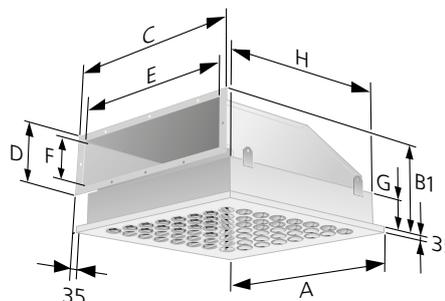

Figure 5. CDH/CLH avec raccordement rectangulaire.
- Le raccord de gaine rectangulaire est un modèle à bride. Se reporter à la Figure 5.